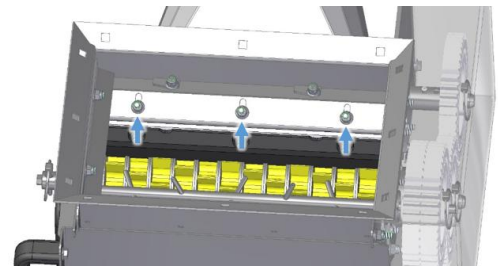

Figura 36
- Las tres tuercas (véase Figura 36) con las que está sujetas las chapas de apoyo en la unidad dosificadora son aflojadas. En esta chapa de apoyo está montada la escobilla superior y un labio rascador.